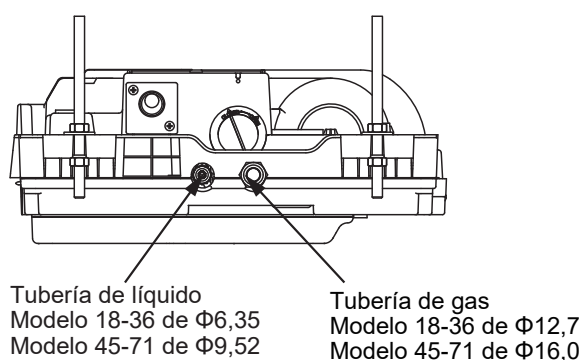

Figura 26
2. **Tamaño de las tuberías:** Elija y compre tubos de cobre que correspondan a la longitud y el tamaño calculados para el modelo seleccionado en el manual de instalación de la unidad exterior y sus requisitos reales del proyecto. A continuación, se presentan únicamente como referencia. Vea la Figura 26